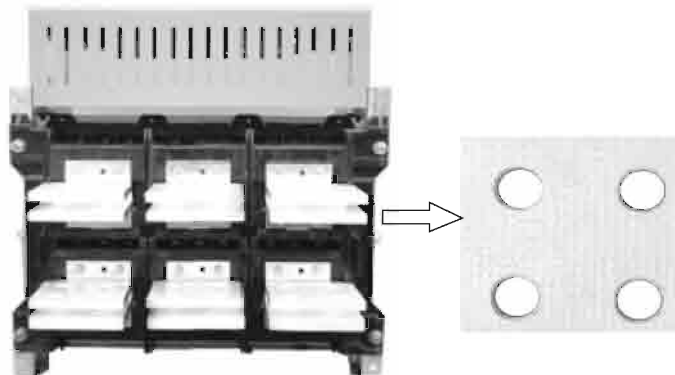
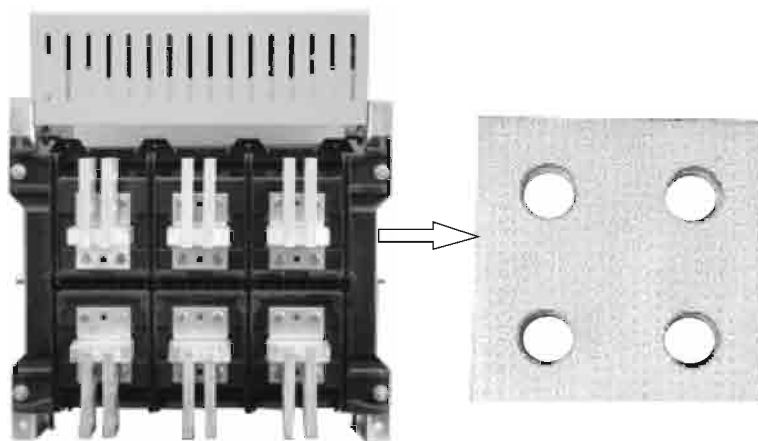

图6-4水平（后置）
图6-6垂直（后置）
6.1.2抽出式接线端子形状（如图6-4至图6-6，详细尺寸见第14章）